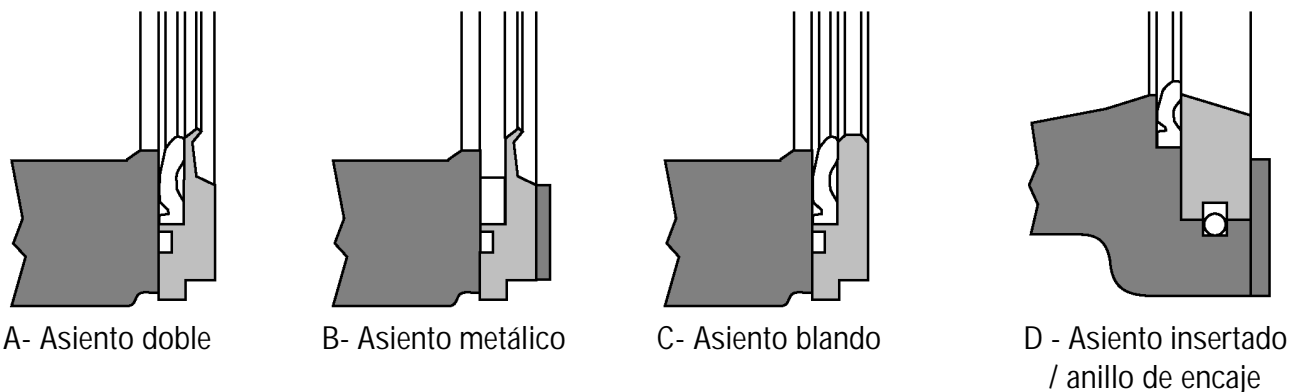

Figura 1: Configuraciones del retén del asiento.
Si no se hace así, se producirán fugas excesivas corriente abajo. Consulte la "Configuración asiento insertado / anillo de encaje" de la figura 1.
2. En las válvulas dotadas de configuración de anillo de encaje inserte cuidadosamente un destornillador en la ranura de la llave que hay en el retén; apalanque el retén y el anillo de encaje desprendiéndolos del cuerpo de la válvula. (Consultar la figura 1 D).
14. En las válvulas dotadas de configuración de retén de anillo de encaje, instale el anillo de encaje en el surco que rodea el retén (o el asiento metálico). Introduzca el retén en el cuerpo con los extremos del anillo de encaje en el surco del cuerpo. Presione suavemente el anillo de encaje introduciéndolo en el retén hasta que ambos se deslicen dentro del cuerpo. (Consulte la figura 1 D).